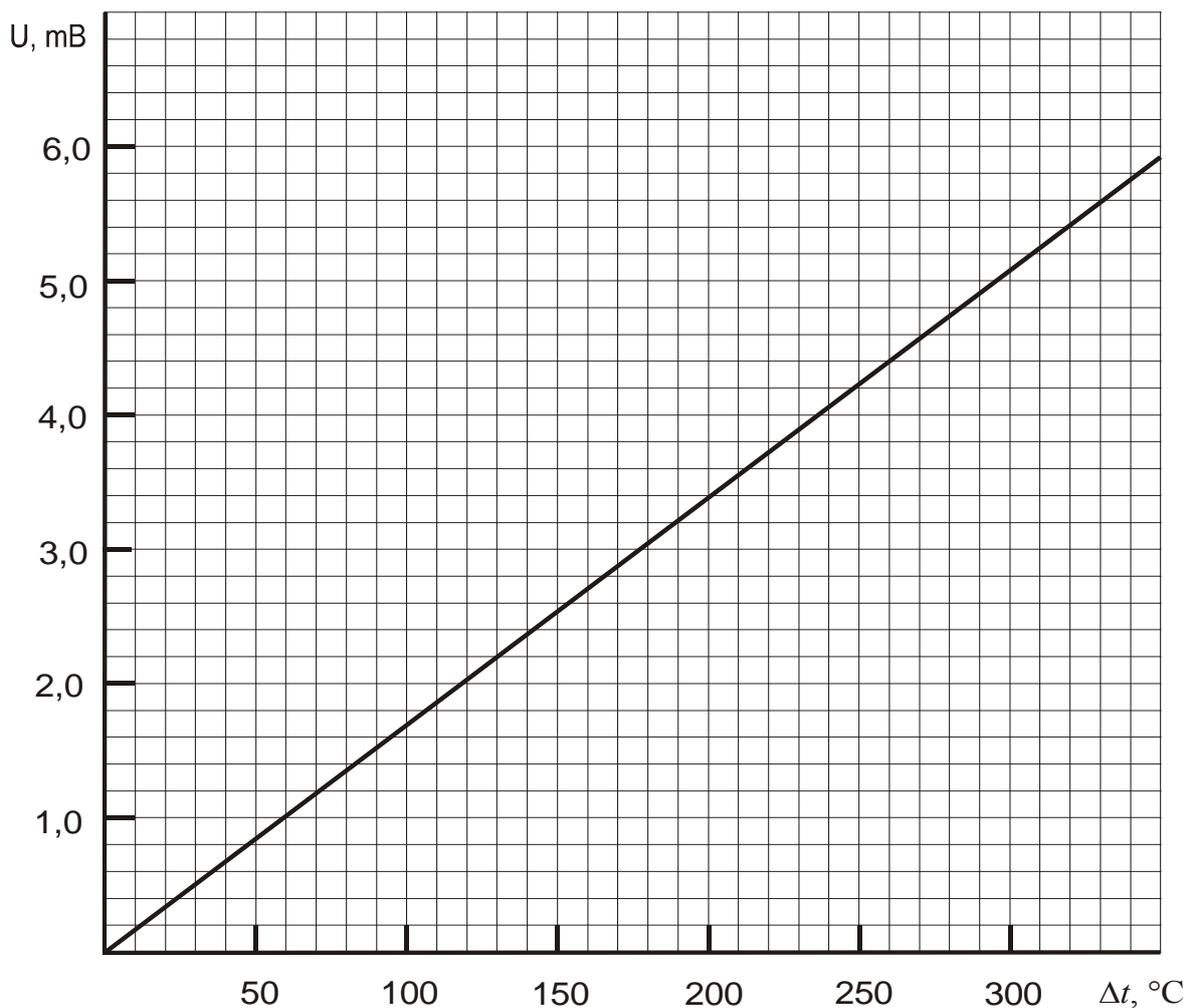

Рисунок 2
1. По градуировочному графику (см. рис. 2) определить разность температур  $\Delta t$ , соответствующую каждому показанию милливольтметра.